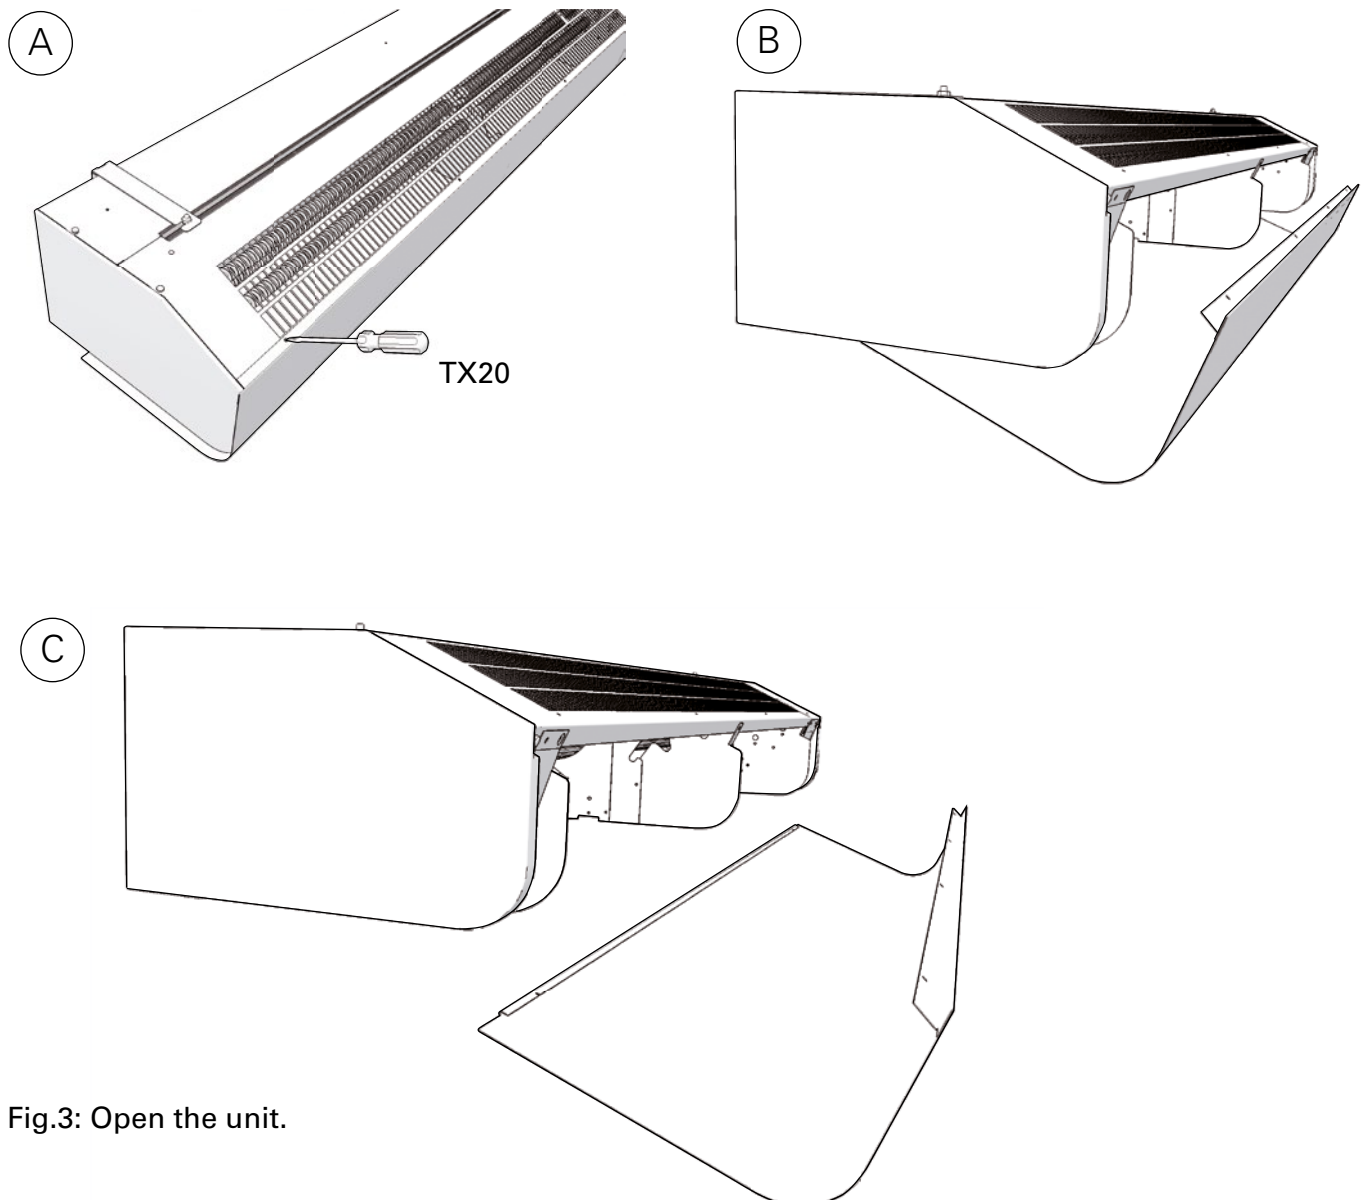

Fig.3: Open the unit.
2. La rimozione dello sportello anteriore si esegue togliendo le viti nella parte superiore dell'unità e staccando il bordo piegato dalla parte inferiore. (Fig. 3)